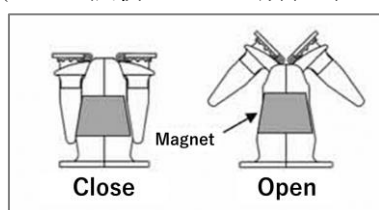

図 5. Magnet Stand の Open と Close の状態
- (37) 室温（20 - 27°C）、5 分以上静置し、Magnetic Beads に核酸を吸着させて下さい。
- (38) 卓上遠心機でスピンドウンして下さい。
- (39) Magnet Stand にセットして（30 秒静置、集磁）、溶液を除いて下さい。
- (40) 一度 Magnet Stand から外して、卓上遠心機でスピンドウンして下さい。本操作は十分に溶液を除くために実施します。
- (41) Magnet Stand にセットして（15 秒静置、集磁）、溶液を除いて下さい。
- (42) Magnet Stand から Sample Tube を外して、(34)で調整した DNase Mixture 400 µL を加えて、そのまま 4 回以上ピペッティングを行い Magnetic Beads を分散させて、Tube ラックにおいて下さい。Magnet Stand にセットしないように注意して下さい。
- (43) Tube ラック上で室温（20 - 27°C）、5 分以上静置して下さい。
- (44) Magnet Stand にセットして（30 秒静置、集磁）、溶液を除いて下さい。
- (45) Magnet Stand を Open（図 5 参照）にして電動マイクロピペット（Mode: P/M）で 1st-Wash Buffer (1) (ik2) 900 µL を添加して、十分に分散するように 4 回以上ピペッティングを行って下さい。
- (46) Magnet Stand を Close（図 5 参照）にして（30 秒静置、集磁）、溶液を除いて下さい。
- (47) Magnet Stand を Open にして電動マイクロピペット (Mode: P/M) で 2nd-Wash Buffer (2)(ik2) 900 µL を添加して、十分に分散するように 4 回以上ピペッティングを行って下さい（電動ピペット設定は(45)と同様）
- (48) Magnet Stand を Close にして（30 秒静置、集磁）、溶液を除いて下さい。
- (49) 一度 Magnet Stand から外して卓上遠心機でスピンドウンし、再度 Magnet Stand にセットして 200P ピペットで溶液を除いて下さい。
- (50) 蓋を緩めて、60°Cのヒートブロックに 5 分間静置し、乾燥させて下さい。
- (51) Elution Buffer (ik2、キャップ色：半透明) 50 µL を加えて、ボルテックス（目盛り：10）で 5 秒攪拌して下さい。
- (52) 60°Cのヒートブロックに 5 分間静置し、Magnetic Beads から核酸を溶出して下さい。10 分以上は処理しないで下さい。
- (53) 溶出後に、卓上遠心機でスピンドウンし、Magnet Stand にセットして（30 秒静置、集磁）、溶液を Elution Tube (ik2) に回収して下さい。これを Extracted RNA solution とします。